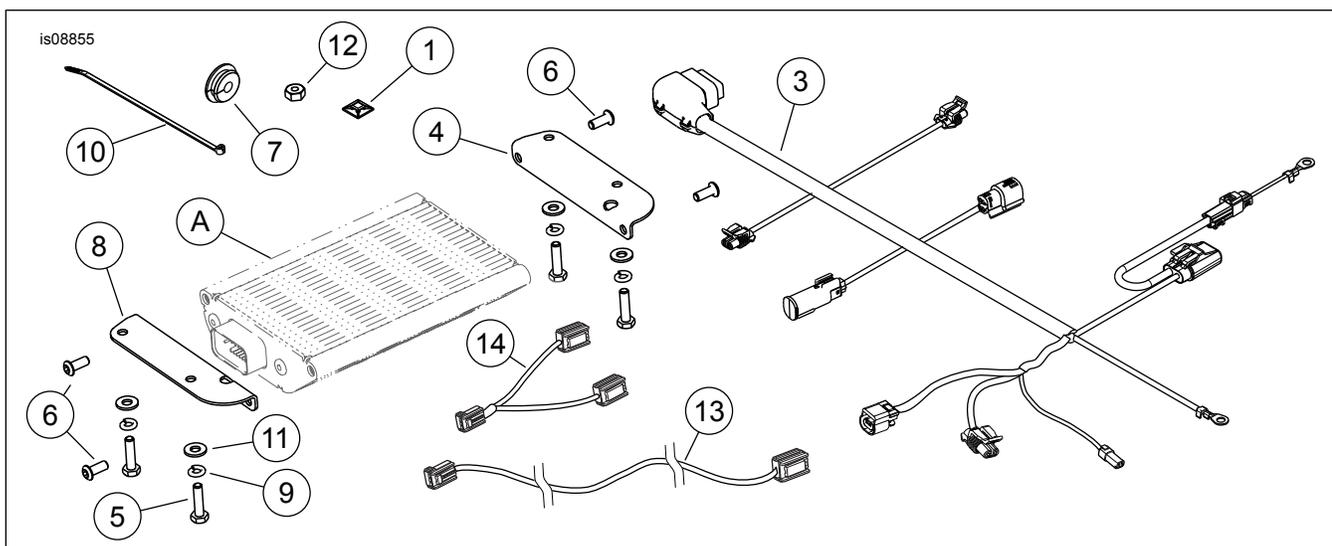

Figura 9. Piezas de servicio, Instalación del kit del amplificador
1. Limpie la etiqueta de capacidad dentro del Tour-Pak con una mezcla de 50:50 de alcohol isopropílico y agua destilada. Vea Figura 9. Aplique la **nueva** etiqueta de límite de carga (2) que cubre la etiqueta original. Tenga en cuenta el límite de carga revisado debido a la instalación del amplificador.
2. Instale las piezas de soporte (4 y 8) al amplificador (A) con tornillos (6). Ajuste alternativamente a 9,5–12,2 N·m (84–108 in-lbs).
Estos agujeros son para los conductores [36TB] y [37TB] del arnés del amplificador (Figura 9, artículo 3), que se conectan durante la instalación del kit de altavoces Boom! Audio Stage II para Tour-Pak.